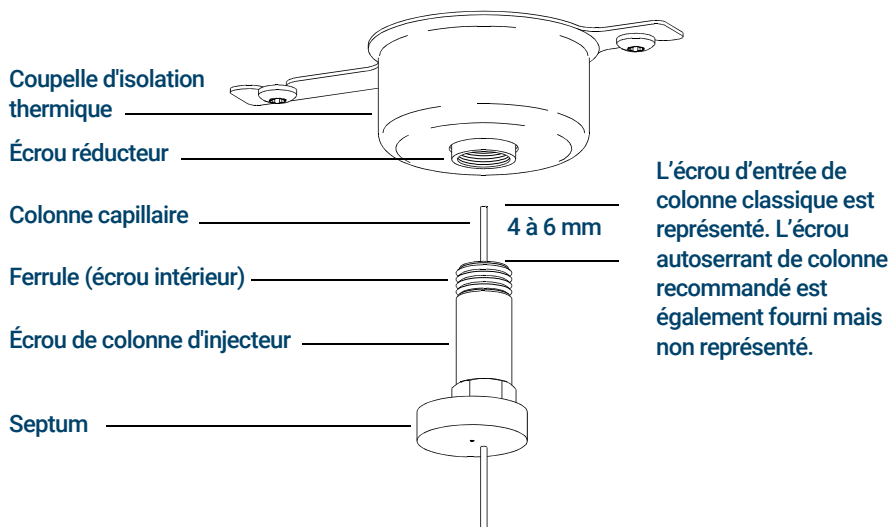

Figure 19. Installation d'une colonne capillaire dans un injecteur avec/sans division (split/splitless)
- 7 Positionner le septum sous l'écrou de colonne pour que cette dernière dépasse de 4 à 6 mm de l'extrémité de la ferrule. (Voir **Figure 19** page 92.)
Dans le cas d'un écrou de colonne standard (illustré dans la **Figure 19**), serrer l'écrou de 1/4 à 1/2 tour supplémentaire. Une traction modérée sur la colonne ne doit pas la faire glisser.